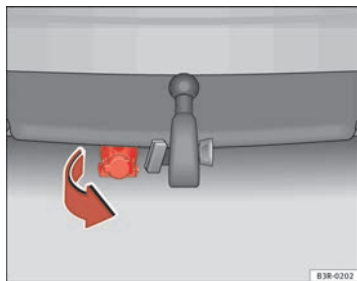

Abb. 160 Stoßfänger hinten: Anhängersteckdose nach unten schwenken
- Klappen Sie die Steckdose unter dem Stoßfänger nach unten, um die Kabel des Anhängers anzuschließen ⇒ Abb. 160.